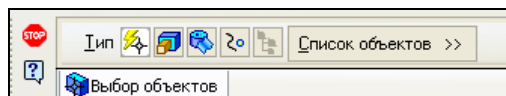

Рис. 5.3. Панель свойств команды **Массив по сетке** на вкладке **Выбор объектов**
- ♦ из панели инструментов **Массив** вызовите команду **Массив по сетке** . Панель свойств команды **Массив по сетке** открыта на вкладке **Выбор объектов** (рис. 5.3).